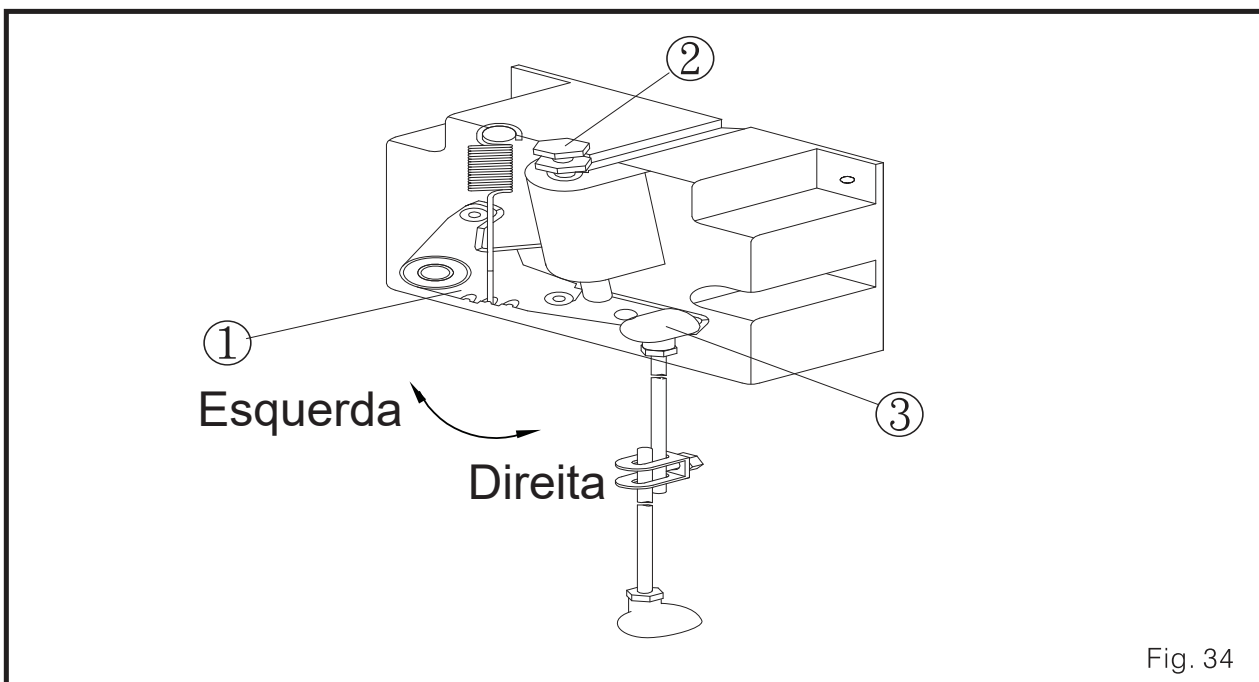

Fig. 34
1. Ajustando a pressão da banda de rodagem do pedal. (Fig. 34)